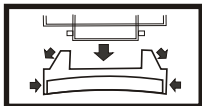

FIGURA 5. Asegurar / Separar la Parte Delantera de la Cubierta Tapa Superior
- La parte delantera de la cubierta superior esta sujeta del extremo trasero por medio de puntos de pivotes plásticos. Para asegurar o separar el frente de la parte trasera, oprima ambos extremos de la cubierta justo debajo del pivote plástico y jale hacia arriba, esto permitirá separar esta parte de la cubierta. Ver Figura 5